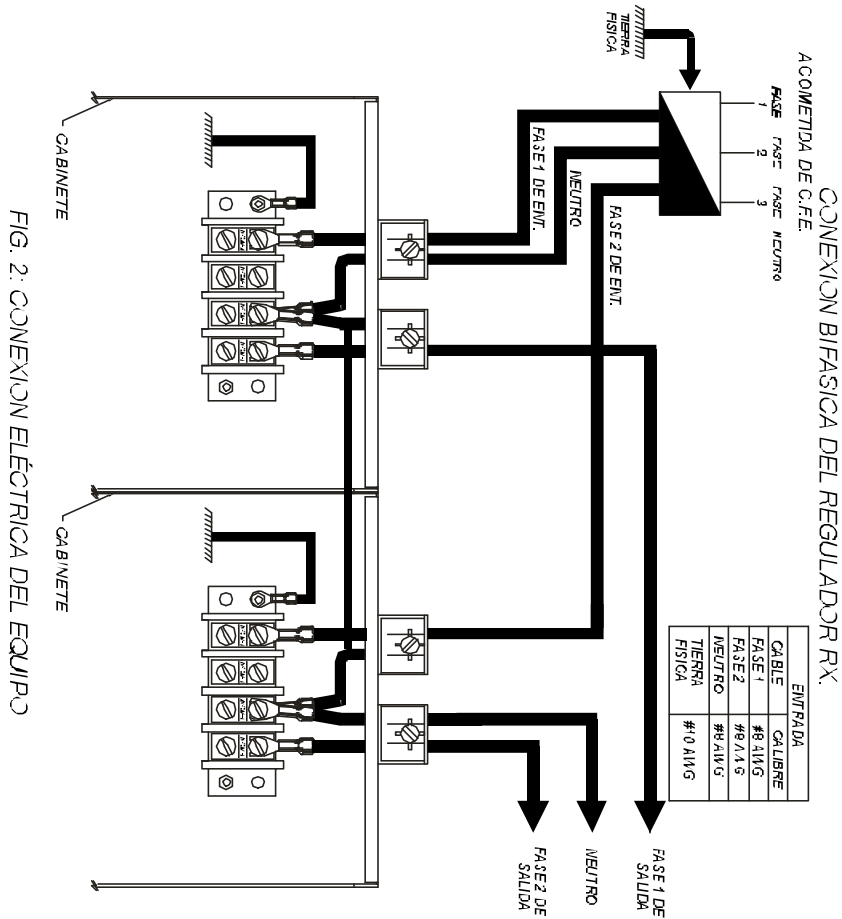

FIG. 2: CONEXION ELÉCTRICA DEL EQUIPO
- 6) REGISTRO DE ENTRADA: De un centro de carga debidamente polarizado se suministra al equipo energía a través de la terminal de tornillos interna (fig. 2)
La conexión del equipo deberá hacerse de un centro de carga debidamente polarizado a través de la terminal de tornillos interna del regulador. El equipo deberá destaparse para acceder a esta terminal y hacer las conexiones. La conexión de tierra física deberá hacerse en cualquiera de los tornillos que sujeten a las terminales internas. Se deberá tener la precaución de apagar el centro de carga al momento de hacer las conexiones, las cuales se muestran en la fig. 2.